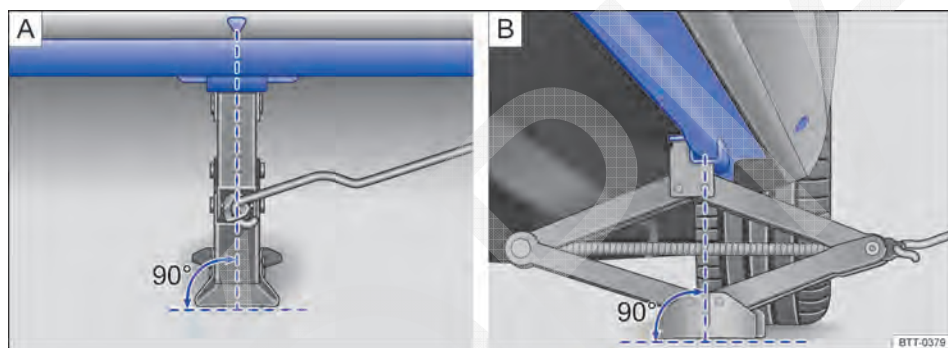

Fig. 265 Colocar o macaco sanfona atrás no lado esquerdo do veículo.
O macaco somente pode ser posicionado nos pontos de recepção indicados, nas marcação da carroceria $\Rightarrow$ Fig. 265. É válido o ponto de apoio localizado próximo à roda correspondente $\Rightarrow$ .
6. Procurar sob o veículo o ponto de recepção do macaco $\Rightarrow$ Fig. 265 mais próximo da roda a ser trocada.
9. Garantir que a base do macaco, com toda sua superfície, esteja sobre o chão e que a base se encontre perpendicularmente abaixo do ponto de colocação ⇒ Fig. 265.
10. Alinhar o macaco e, simultaneamente, levantar a garra do macaco até ela se encaixar na travessa abaixo do veículo ⇒ Fig. 265.
- Posicionar o macaco somente nos pontos indicados. A garra do macaco deve se encaixar no perfil da longarina de forma segura ⇒ Fig. 265.